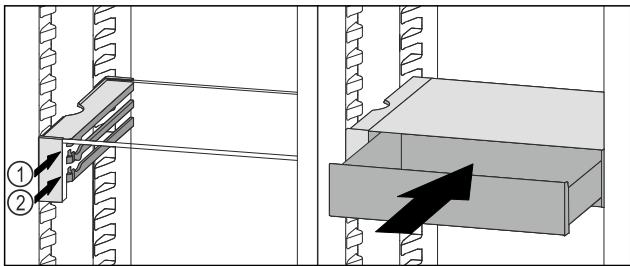

Fig. 89
- ▶ Zásuvku VarioSafe nasadíte za zarážkami na požadovanom rebre Fig. 89 (1) alebo Fig. 89 (2).